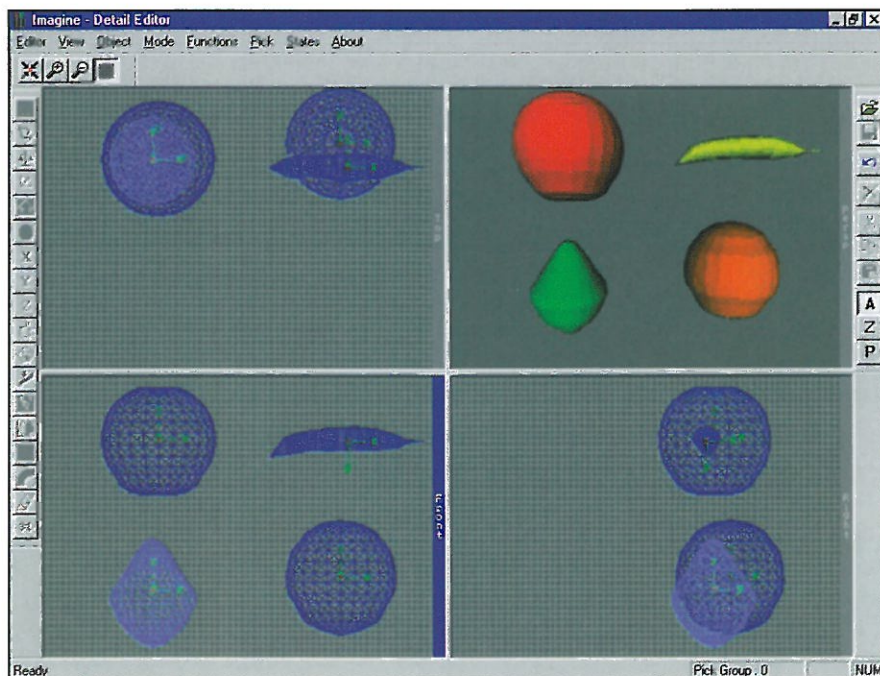

FIGURA 1. OBJETOS QUE SE UTILIZAN EN EL PRIMER EJERCICIO.
- Transformamos el objeto como la manzana de la figura 1. Para modificar la esfera será de utilidad tener activada la opción *90 Degree* del menú *Symmetry*, y actuar sobre ésta en la ventana *Front*.
La pera y la naranja se pueden crear de forma similar. Crearemos entonces formas similares a las de la figura 1 y nos ayudaremos de la opción *90 Degree* para mover los puntos simétricamente.